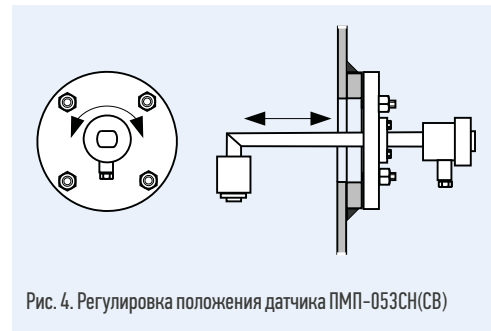
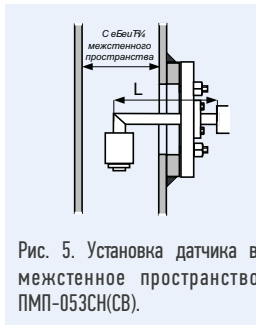

Рис. 4. Регулировка положения датчика ПМП-053СН(СВ)
Рис. 5. Установка датчика в межстенное пространство ПМП-053СН(СВ).
2) применение регулируемого фланца (по умолчанию «2-80-25» по ГОСТ 12815-80) позволяет перемещать и вращать в нем направляющую (см. рисунок 4). Это упрощает требования к положению отверстий в ответном фланце на резервуаре (поплавок должен находиться в строго вертикальном положении) и позволяет точно установить поплавок датчика вертикально или посередине межстенного пространства (см. рисунок 5).